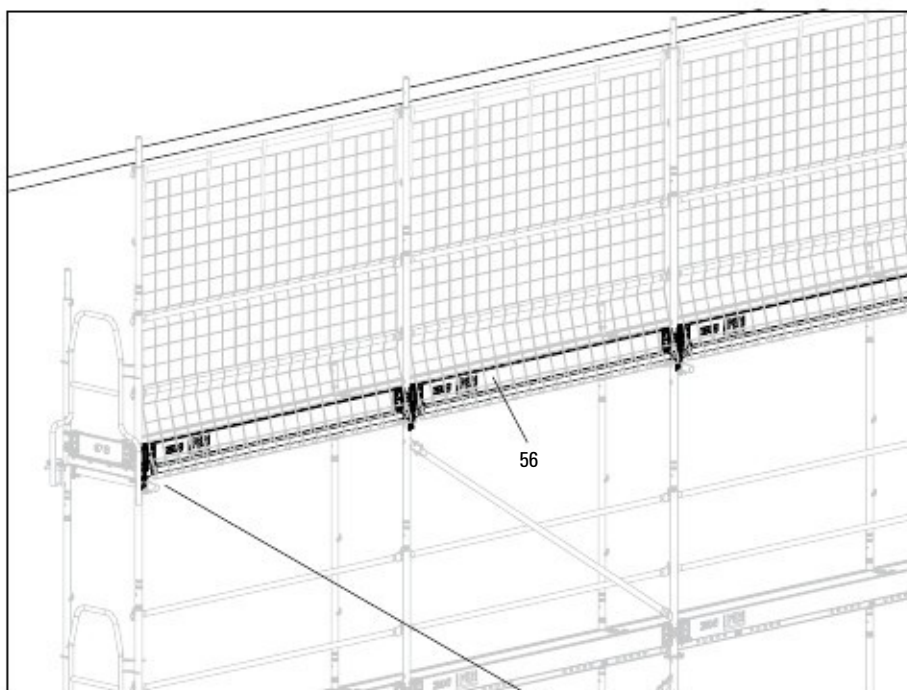

Fig. D2.08
4. Монтирайте държача EPW (59) в $\frac{3}{4}$ -розетката на Easy Frame.
5. Протегнете парапета EPG (51) през отвора на долния ръб на предпазната мрежа и прикрепете към куки за парапети (59.1) на държача EPV.
7. Монтирайте ограничители UPF (56) върху защитния панел.
- (Fig. D2.08)